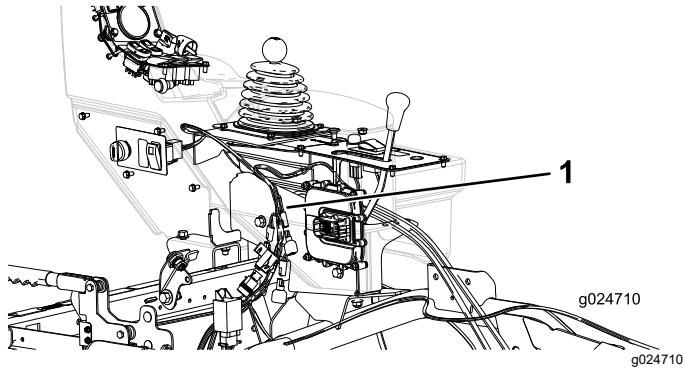

Bild 6
2. Verlegen des Kabelbaums zum seitlichen Bedienfeld (Bild 6).